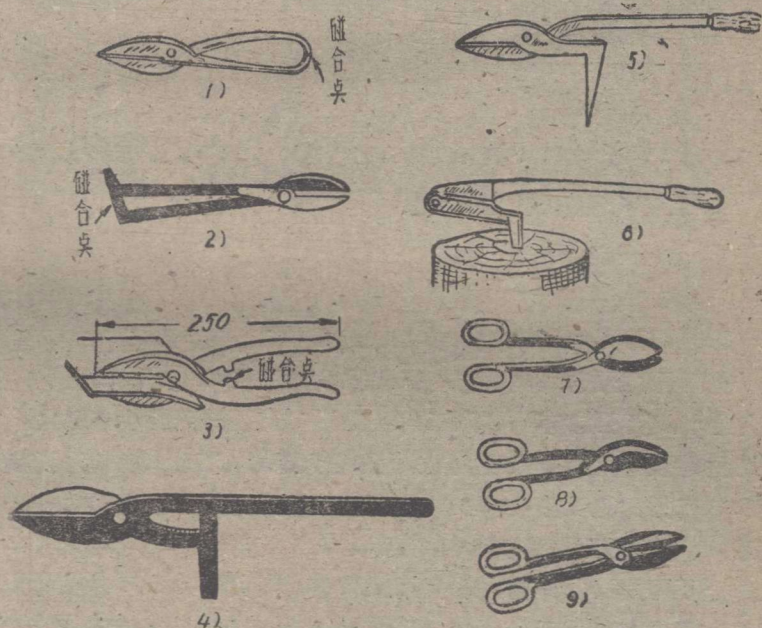

图287 剪刀
1) 手剪。钳工使用的手剪的型式和平常用的剪刀两样，左右相反，即上刀刃在左，下刀刃在右。使用这种剪刀剪切时，剪刀本身不会遮住工件上的画线。图287中1)、2)所示为旧式剪刀，它上面限制刀口咬合度的碰合点，恰好在手掌的地方，容易夹手，所以使用不安全。新式手剪上面的限制刀口咬合度的碰合点，移到了手掌的工作范围以外，所以避免了夹手的危险如图中3)所示。图中4)、5)所示是单柄固定手剪，手柄较长，因此适宜于剪较厚的板料，使用时夹在虎钳上，但多数装在木座上使用，如图中6)所示。图中7)所示为凸型曲刀口剪。图中8)所示为凹型曲刀口剪。图中9)所示为直刀口剪。这三种剪刀剪割较薄板料很方便，白铁匠都使用这种剪刀。